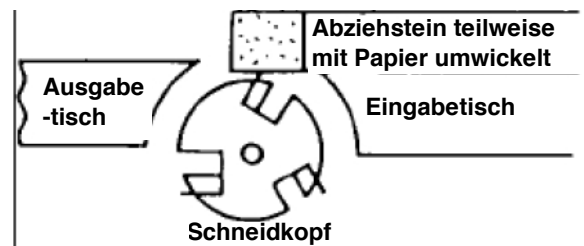

Abb. 20: Schärfen der Messer
Schritt 3: Um den Eingabetisch vor Kratzern zu schützen, decken Sie den Schleifstein teilweise mit Papier ab (Abb. 20).